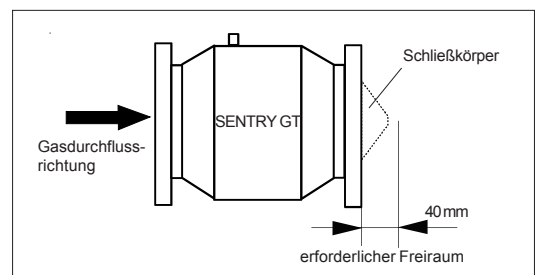

Abbildung 2: Freiraum am Gasausgang GT 125 und 150
- Bei den GT DN125 und DN150 ist zu beachten, dass der Schließkörper im ausgelösten Zustand aus der Flanschöffnung herausragt. Um die Schließfunktion nicht zu behindern, muss der Freiraum im Flanschinnendurchmesser einer nachgeschalteten Armatur mindestens 40 mm betragen, siehe Abbildung 2.